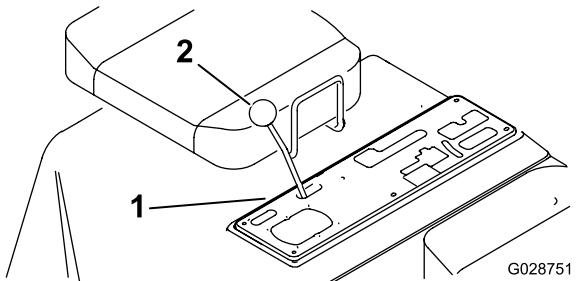

Рисунок 12
- Снимите все ручки с рычагов среднего пульта (Рисунок 12).
- Выверните 6 винтов, которые крепят наружный край плоской крышки среднего пульта к раме, и снимите плоскую крышку (Рисунок 12).